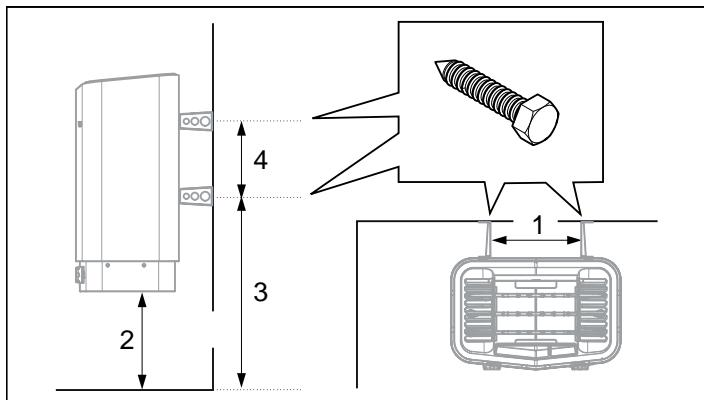

Рисунок 8: Определение размеров
**6.** Разместите винты кронштейнов согласно указанным размерам see Рисунок 8, страница 19.